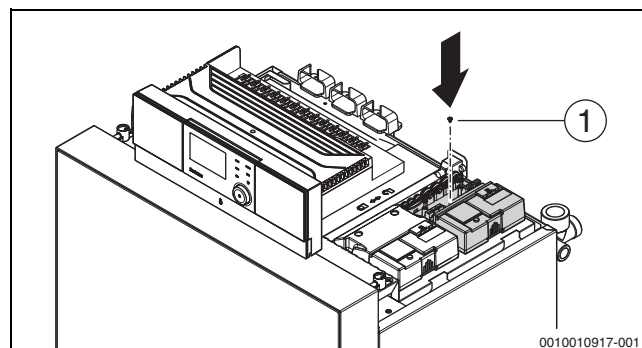

Bild 46 Funktionsmodul verschrauben
- ▶ Funktionsmodul mit Modulträger verschrauben (→Bild 46).